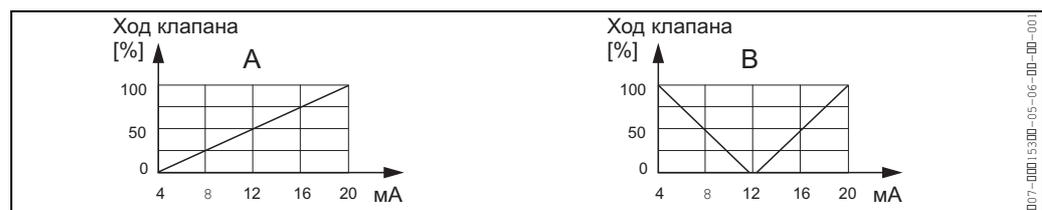

Рис. 20: А: Диаграмм для управления клапаном.
- При двухстороннем управлении полный диапазон исполнительной переменной составляет -100% ... +100% в представлении выбранного токового сигнала. Исполнительная переменная равная 0% соответствует току в 10 мА (при сигнале 0 ... 20 мА) или 12 мА (при сигнале 4 .. 20 мА), (см. Рис. 20).